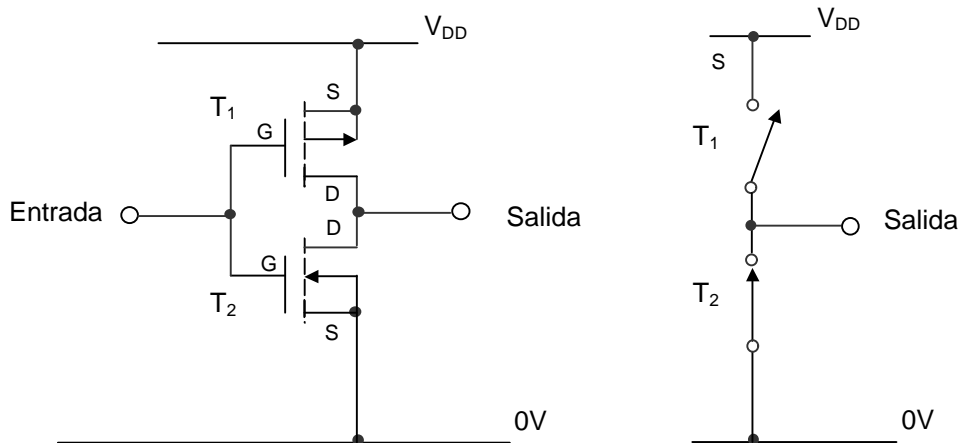
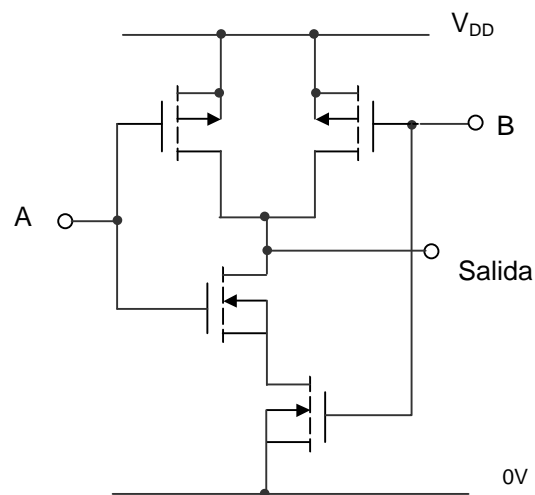

Figura 4-21. Inversor lógico CMOS. (a) Arquitectura interna. (b) Circuito equivalente.
Figura 4-22. Puerta NAND CMOS.
La lógica MOS complementaria utiliza MOSFET de canal n y de canal p como muestra la Figura 4-21.
Cuando el voltaje de entrada está cerca de 0 V, no conduce (OFF) el dispositivo de canal n T_2 pero conduce (ON) el dispositivo de canal p T_1 . Cuando el voltaje de entrada está próximo al voltaje de alimentación, la conducción se invierte y T_1 no conduce y T_2 sí. El circuito de la Figura 4-21 se puede representar mediante el esquema de la derecha (b). Con el conmutador T_1 cerrado y T_2 abierto, la salida está a nivel alto y con T_2 cerrado y T_1 abierto, la salida está a nivel bajo.
El inversor sencillo de la Figura 4-21 se puede modificar para proporcionar otras funciones lógicas. En la Figura 4-22 se muestra una puerta NAND de dos entradas.